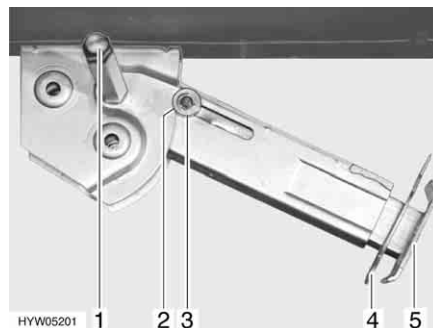

Fig. 35 Apoyo de elevación
- Colocar la llave de vaso en el hexágono (Fig. 35,1) y girarla hasta que el apoyo de elevación quede verticalmente hacia abajo.
- Extraer la clavija hendida (Fig. 35,4) de la prolongación del pie de apoyo (Fig. 35,5).
- Colocar la llave de vaso en el hexágono (Fig. 35,1) y girarla hasta que el apoyo de elevación esté de nuevo libre del suelo.
- Introducir totalmente la prolongación del pie de apoyo (Fig. 35,5) e introducir la clavija hendida (Fig. 35,4) en el orificio previsto para ello que hay en la prolongación del pie de apoyo.
- Girar con la llave de vaso en el hexágono (Fig. 35,1) hasta que el apoyo de elevación bascule hacia arriba y la arandela de guía (Fig. 35,3) esté totalmente introducida en la entalladura (Fig. 35,2).